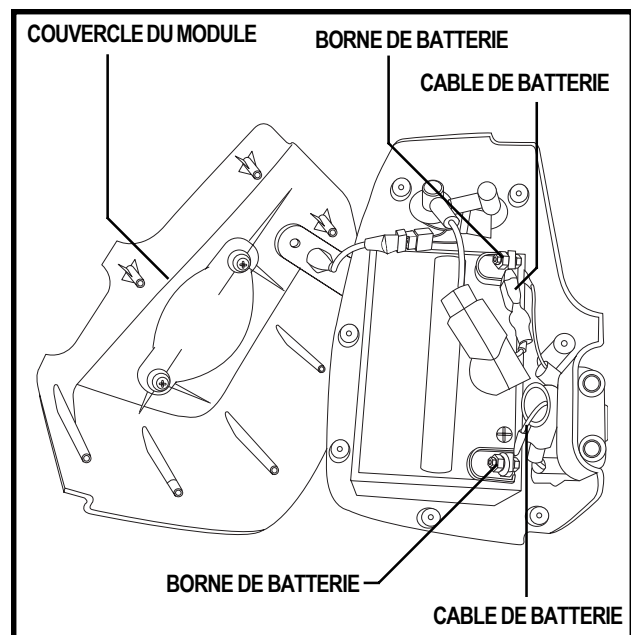

Figure 9. Remplacement d'une batterie
4. Placez le module la poignée vers le haut pour retirer le couvercle tel qu'illustré à la figure 9.